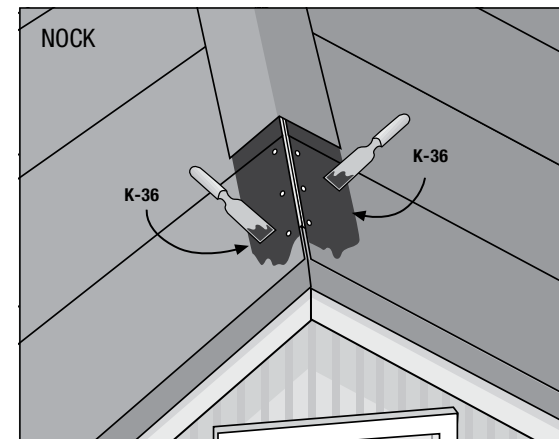

Bild 9
6.a Nocken (bild 9)
Vid vågrät monterning skärs vanligen det första takfallets våd av längsnocken och det andra takfallets våd viks ca 15 cm övernocken och limmas med Tätklister K-36 (**bild 12**). Om båda takfallens våder skärs av längsnocken limmas en ca 30 cm bred TopTite remsa pånocken såsom vid vertikal läggning (**bild 9**).